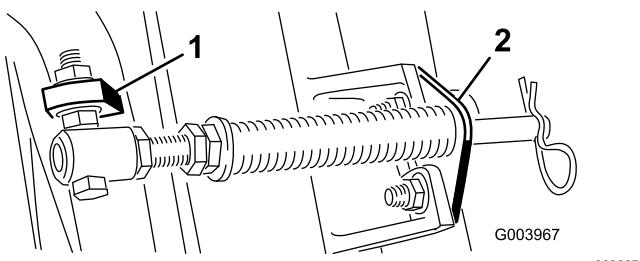

Bild 6
**Hinweis:** Positionieren Sie den Schraubenkopf zur Außenseite der Nase, wie in Bild 6 dargestellt.
- D. Montieren Sie die Stangenhalterung mit den Schlossschrauben und Muttern an den Schneideeinheitnasen (Bild 6).